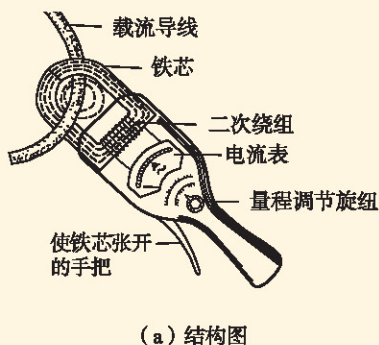

图 2-6-7 钳形电流表
5. 钳形电流表是一种测量交流电流的仪表, 其结构和外形如图 2-6-7 所示, 试说明其测量交流电流大小的原理.